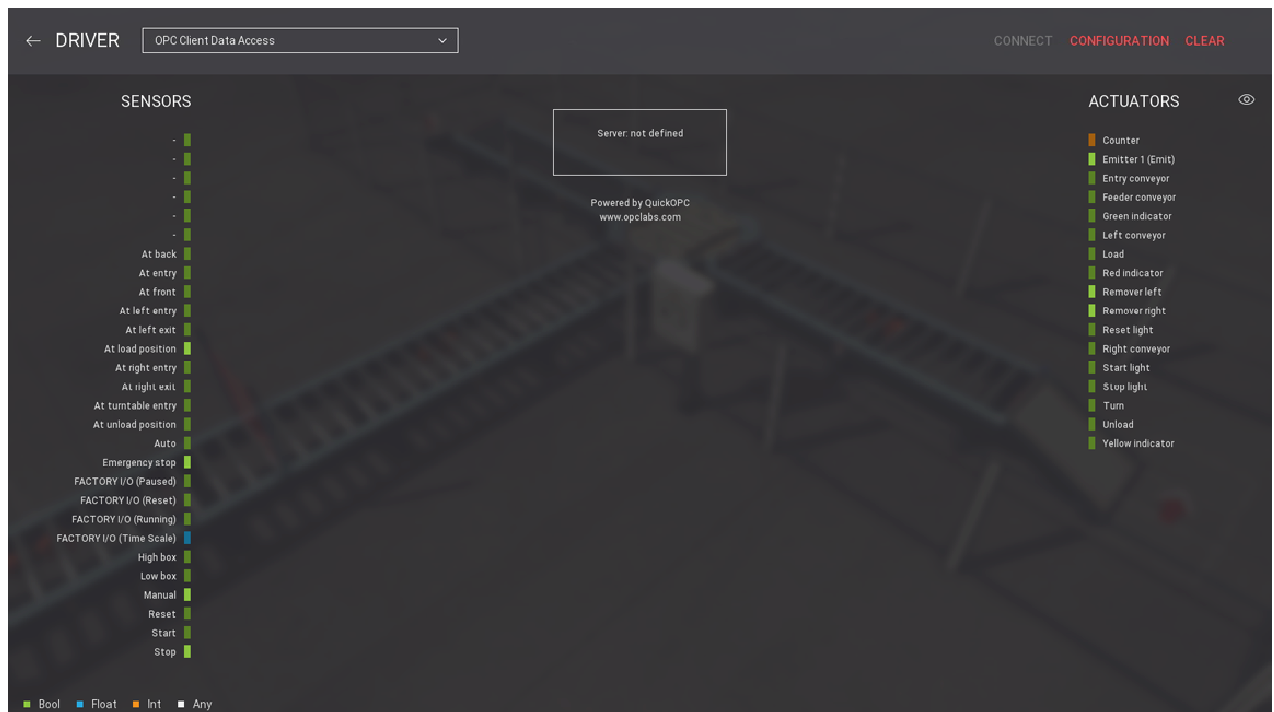

Рис.10. Вікно драйвера
2.17. Обрати **OPC Client Data Access** зі списку драйверів (**Driver list**), як показано на рис.10.